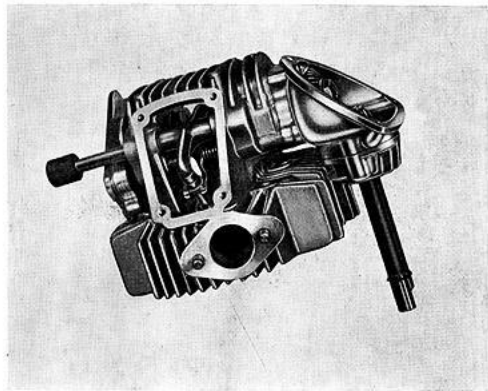

Fig. 14
- 13) Mediante l'attrezzo a spina dis. 88713.0262 montare il bilanciore superiore avendo cura di centrarlo rispetto al gambo della valvola disponendo opportunamente le rondelle laterali che tra l'altro servono anche per eliminare il gioco assiale del bilanciore (vedi fig. 14).
- 13) By means of special tool no. 88713.0262 fit the upper rocker, taking care to center it with respect to the valve stem and placing side washers, also useful to get no rocker end play (see fig. 14).